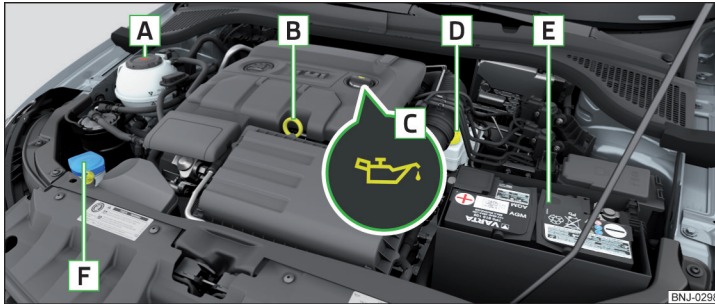

Abb. 263 Anordnungsbeispiel im Motorraum
- › Den Deckel der Motoröleinfüllöffnung **C** abschrauben » Abb. 263 auf Seite 229.